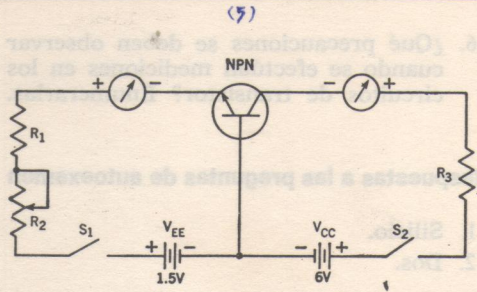

FIG. 11-18.—Efecto de la polarización inversa de emisor sobre el funcionamiento del transistor NPN.
- 14. Desconectar la alimentación. Invertir la polaridad de la batería de emisor (V_{EE}) y las conexiones del medidor M_1 (fig. 11-18). Ajustar R_2 para la mínima resistencia.